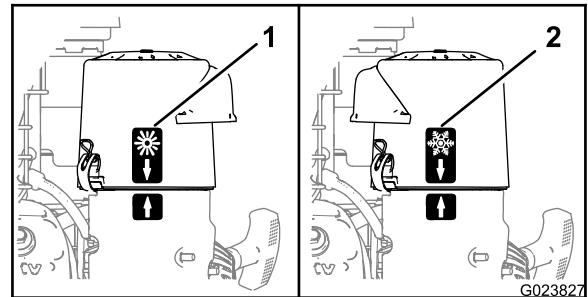

Figure 28
- À **basses températures ambiantes** (air froid et humidité), le flocon de neige situé sur le couvercle du filtre à air doit être à l'extérieur (Figure 28).
- À des **températures ambiantes normales**, le soleil situé sur le couvercle du filtre à air doit être à l'extérieur (Figure 28).